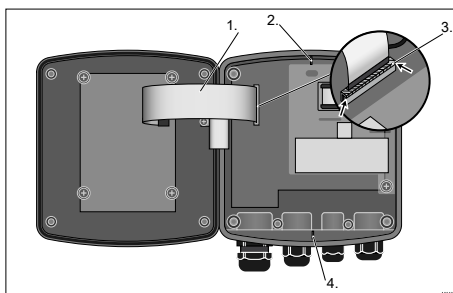

Рис. 39: Снятие плоского кабеля
Цоколь плоского кабеля припаян к плате. Цоколь нельзя снять. Для снятия плоского кабеля необходимо открыть фиксатор (3) на цоколе, см. Рис. 39